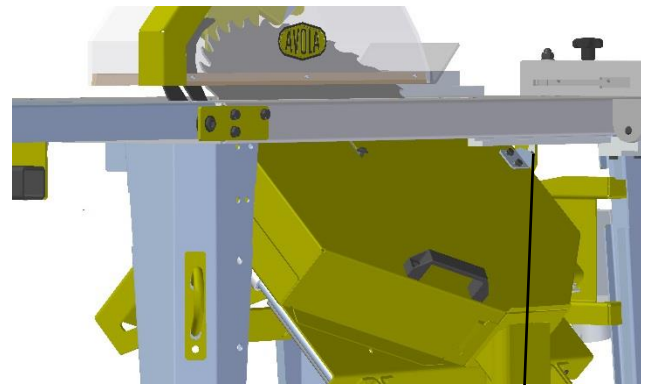
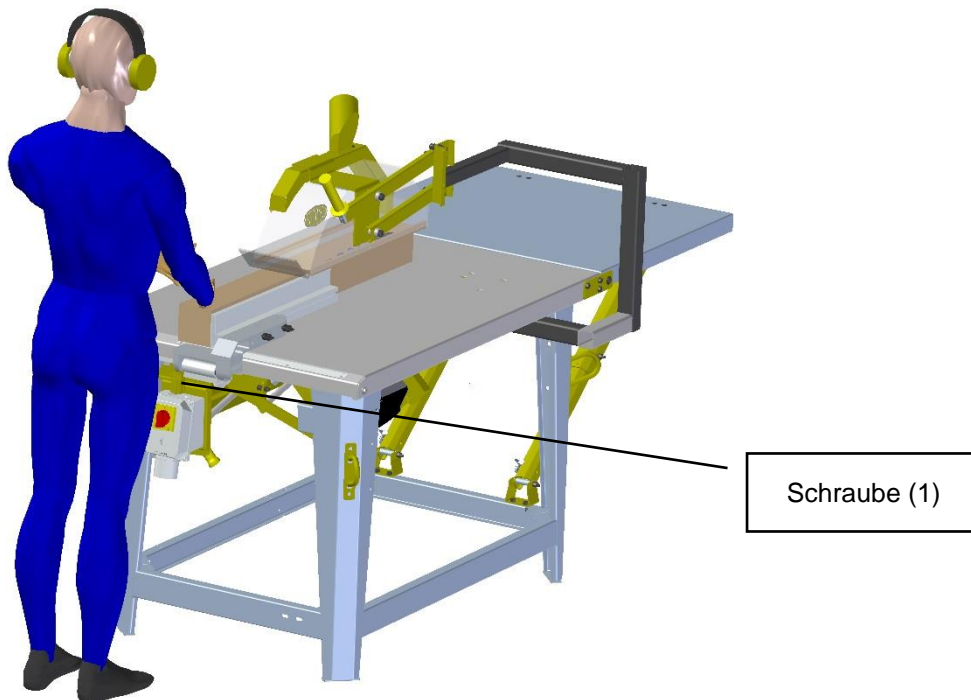

Abbildung 13
Abbildung 14 Längsschneiden / Auftrennen
Zum Schrägstellen hält man zuerst den Griff (1) der Abbildung 15 fest und löst anschließend den Sterngriff (2). Der Schutzkasten schwängt dann bereits selbstständig in eine Schräglage. Mit dem Griff (1) zieht man den Schutzkasten in die gewünschte Schräglage und liest den Winkel an der Skala (3) (siehe Abbildung 14) ab. Anschließend klemmt man mit dem Sterngriff (2) (siehe Abbildung 13) den Schutzkasten fest.